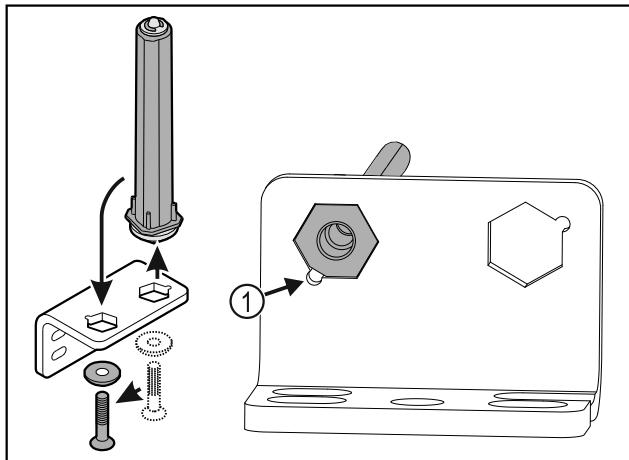

Fig. 22
- ▶ Observar que, al colocar, el bisel del perno Fig. 22 (1) apunte hacia el agujero redondo.